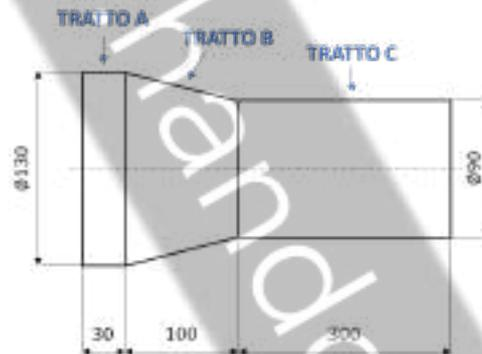

Figura 3 – Disegno del grezzo.
Il grezzo mostrato in Figura 3 deve essere lavorato al tornio sui tratti A, B e C. A tal fine, il pezzo viene montato fra un trascinatore frontale a denti ed una contropunta e lavorato con i parametri in Tabella 1.
- Qual è la rugosità teorica R_a ottenibile nel TRATTO C (Figura 3)?